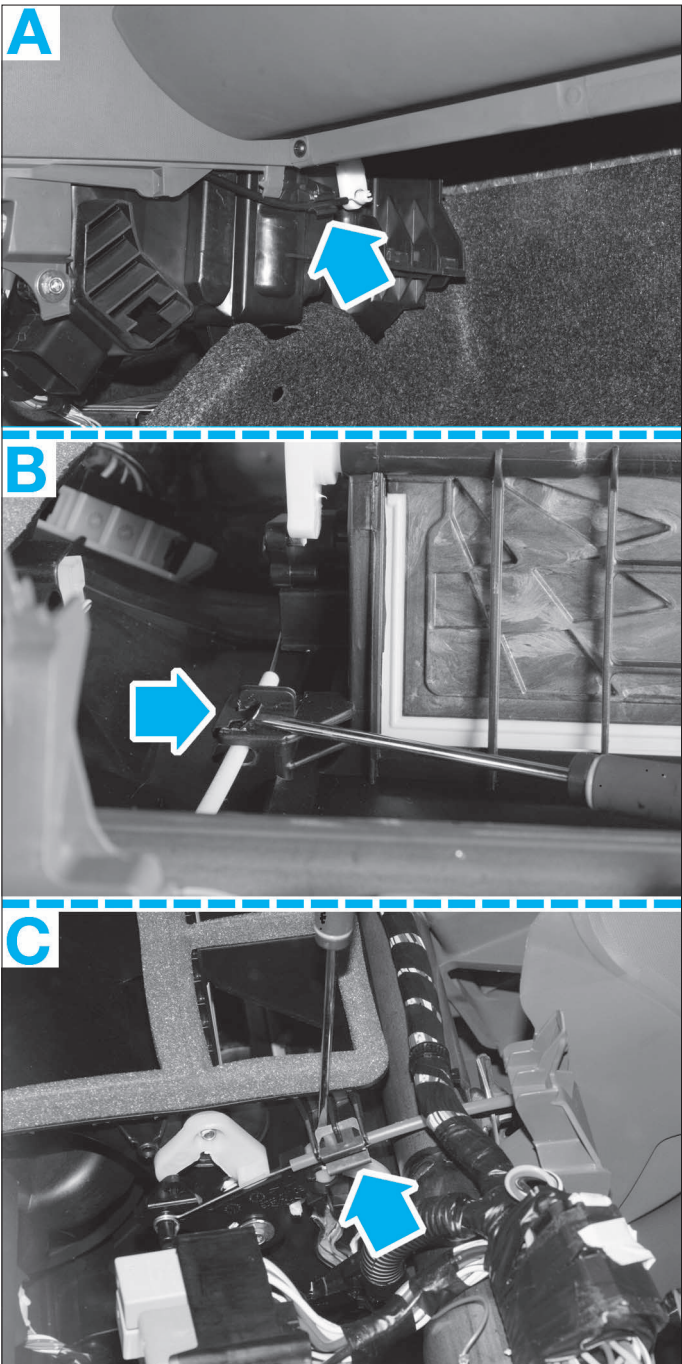

FIG. 6
- A l'aide d'un tournevis fin, libérer les câbles de commande des volets d'air de leurs agrafes (fig. 6).